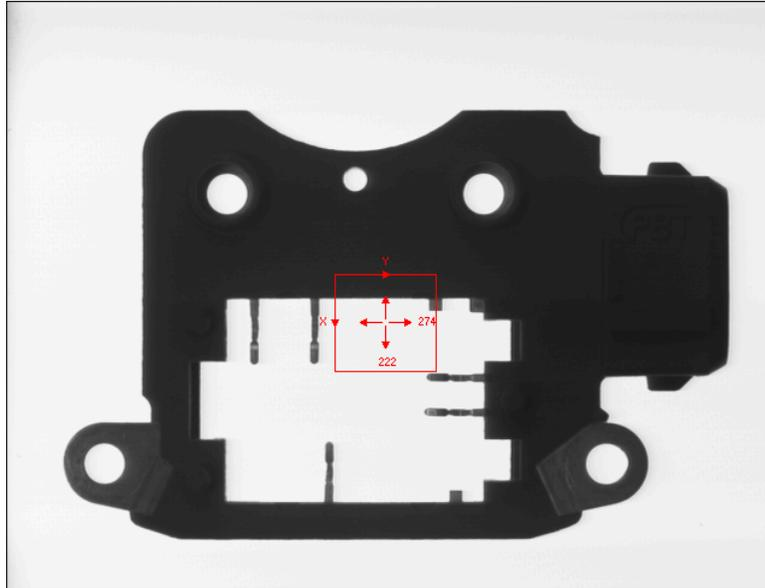

Figure 6-4. Définition d'une région de déplacement
3. Développez le groupe **Région**. Sélectionnez le paramètre **X** et passez en mode Graphiques interactifs (voir Figure 6-4. Définition d'une région de déplacement).